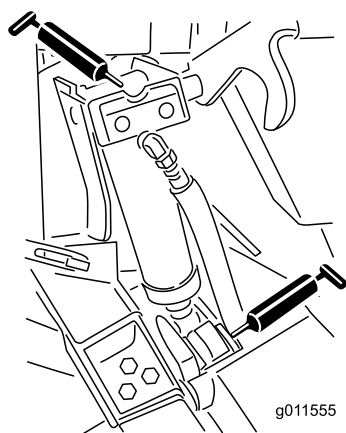

Рисунок 87
- Втулки гидроцилиндров подъема (4 шт.) (Рисунок 87)